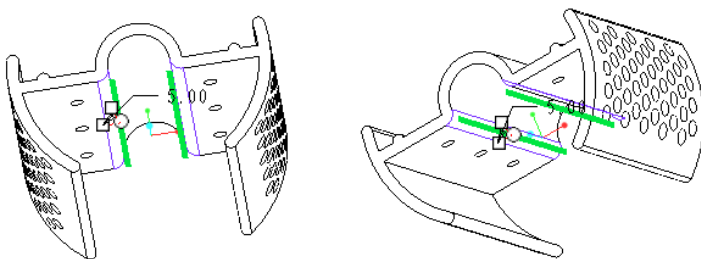

图 5-87 选择要圆角的边参照
① 在功能区“模型”选项卡的“工程”面板中单击“倒圆角”按钮，打开“倒圆角”选项卡。
② 在“倒圆角”选项卡中设置当前圆角集的半径为“5”。
③ 结合〈Ctrl〉键选择要圆角的两条边参照，如图 5-87 所示。所选的两条边参照被添加进同一个圆角集中。